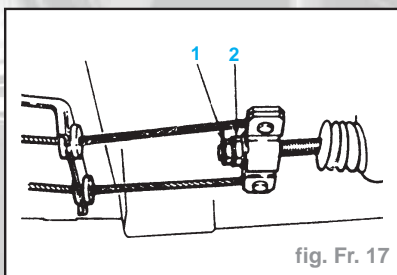

fig. Fr. 17
- Desserrer l'écrou de blocage (1) et l'écrou de réglage (2) (fig. Fr. 17).